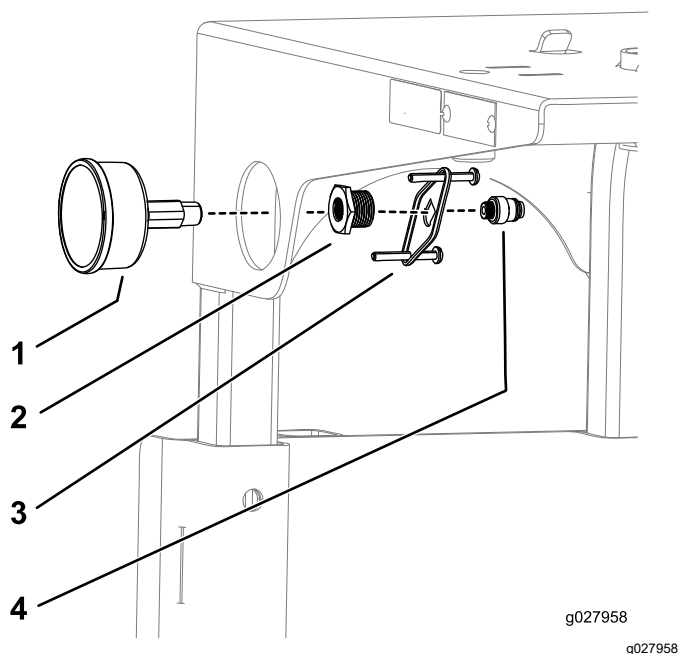

Figure 15
7. Appliquez du ruban PTFE sur le filetage du manomètre et montez ce dernier, comme montré à la Figure 15.